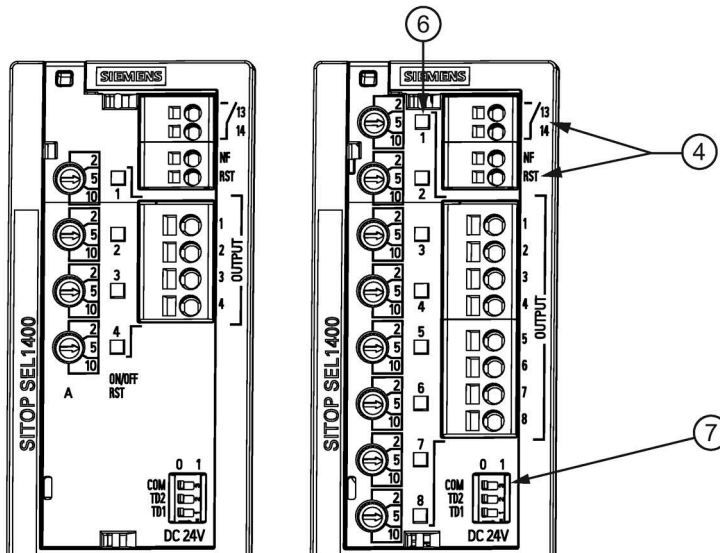

Bild 2-4 Betriebsanzeigen und Signalisierungen
Über den Summenmeldekontakt ④ kann der Betriebszustand des Gerätes weiterverarbeitet werden (Funktion und Kontaktbelastbarkeit siehe Bild 2-4 Betriebsanzeigen und Signalisierungen (Seite 16)).